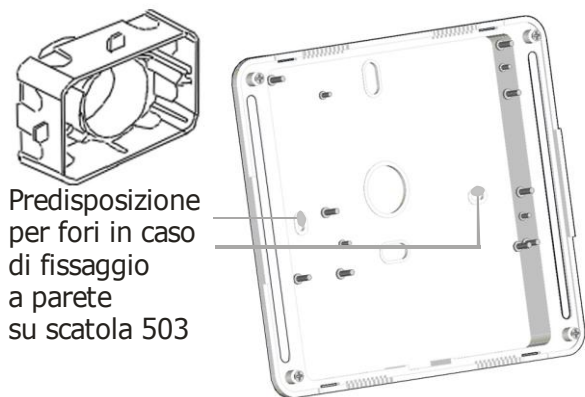

Fig1. fissaggio con scatola 503
2. Rimuovere la cornice di plastica e la parte frontale del terminale. Per il fissaggio a parete può essere utilizzata una scatola 503 vuota disposta orizzontalmente, un tubo corrugato oppure una canalina. Selezionare ed aprire i fori per il fissaggio. Per la selezione dei fori da aprire vedi fig1. fissaggio con scatola 503; fig2. fissaggio senza scatola 503.